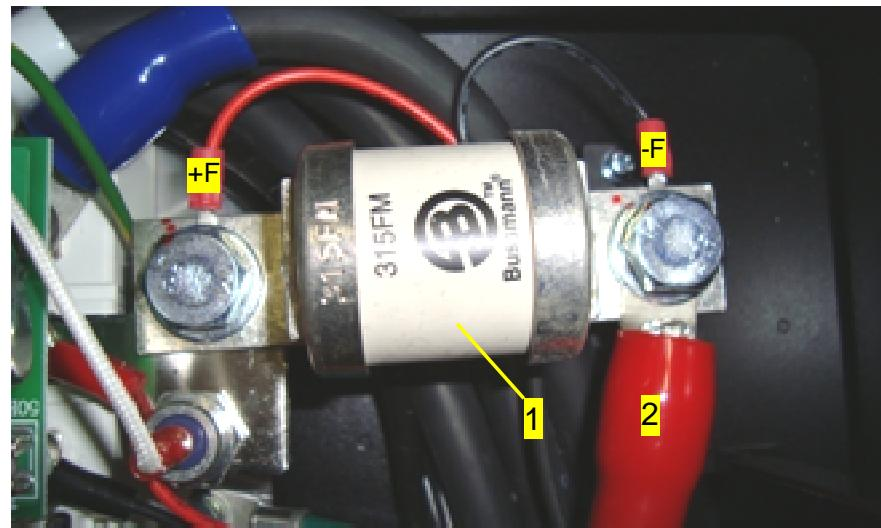

Рис. 7.7
7.9.1. Установить силовой предохранитель 1 на его посадочное место, закрепив двумя болтами с шайбами. Под шайбы установить, соблюдая полярность, провода **+F** и **-F** жгута контроля силового предохранителя и силовую перемычку 2 (рис. 7.7).